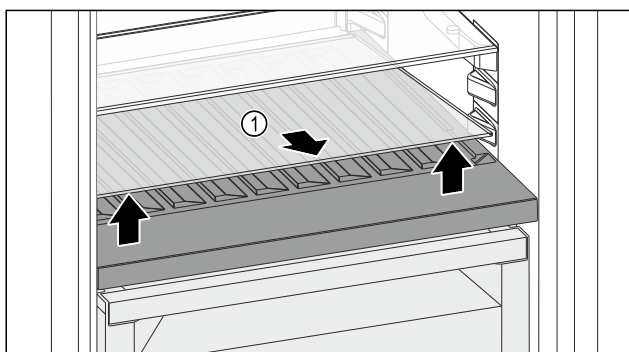

Fig. 136
- ▶ Приподнимите стеклянную пластину Fig. 136 (1) за выемку спереди и извлеките.
- ▶ Уложите стеклянную пластину Fig. 136 (1) на хранение вне устройства.
- ▶ Установите стеклянную пластину (2) под сменной полкой для хранения бутылок.